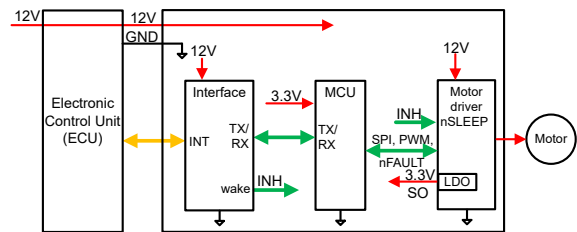

图 5. 基于通信接口唤醒的低功耗模式
- 图 5 所示为智能执行器持续供电方案，具备通信接口唤醒功能，支持休眠模式和通过总线远程唤醒。该架构休眠电流低于 100 μA，运行性能稳定，且可脱离上层 ECU 独立工作。